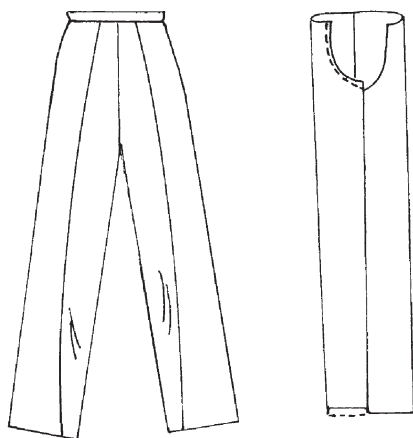

Рис. 55. Сгибы передних половинок смещены внутрь
*Дефект 6:* сгибы передних половинок смещены внутрь (рис. 55).